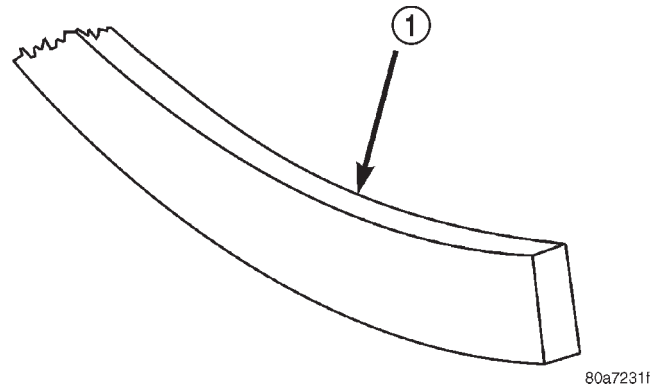

Abb. 26 Identifizierung des 1. Kompressionsrings
(5) Die Ölabstreifringe sind symmetrisch und können in beliebiger Einbaulage montiert werden. Zur Montage der oberen und unteren Abstreifschneide ist kein Werkzeug erforderlich. Zuerst den Spreizring, dann die Abstreifschneiden einsetzen.
(6) Die beiden Kompressionsringe sind nicht identisch und dürfen daher nicht vertauscht werden. Der obere (1.) Kompressionsring weist eine glänzende Beschichtung an der Außendichtfläche auf und kann in beliebiger Einbaulage montiert werden (Abb. 26).